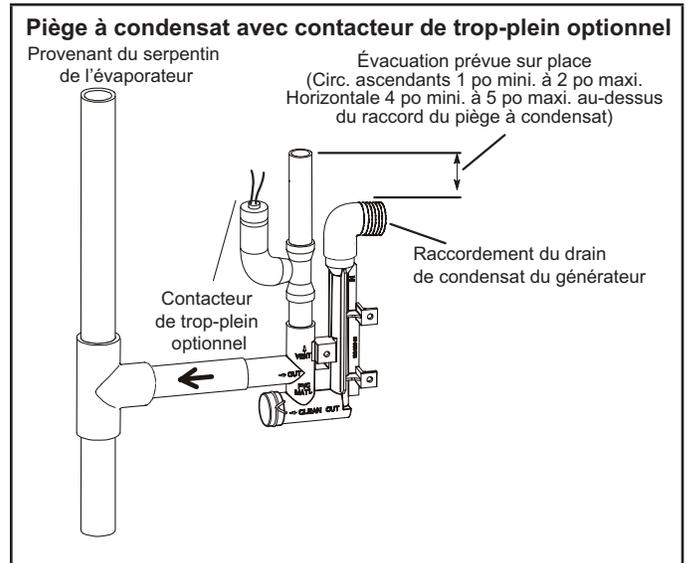

FIGURE 47
- 2 - Utiliser un grand tournevis à tête plate ou une douille d'entraînement de 1/2 po pour retirer le capuchon (FIGURE 47) du boîtier du collecteur de l'extrémité froide à l'emplacement approprié sur le côté de l'appareil. Installer un coude de 3/4 po NPT sur le boîtier du collecteur de l'extrémité froide. Utiliser de l'adhésif au Téflon ou un enduit d'enrobage approprié.